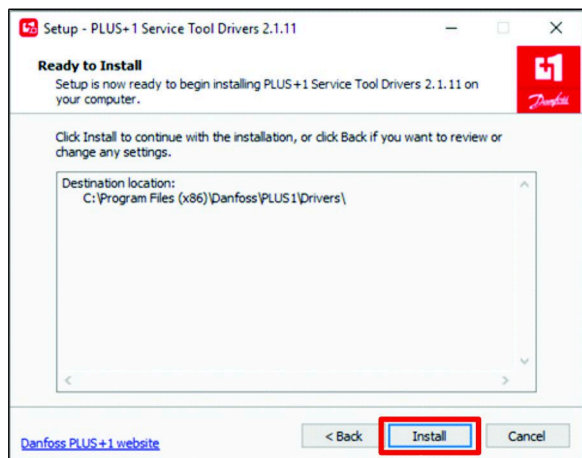

図 30
2. インストールの準備完了ダイアログ ボックスで、インストールボタン (図 30) をクリックする。